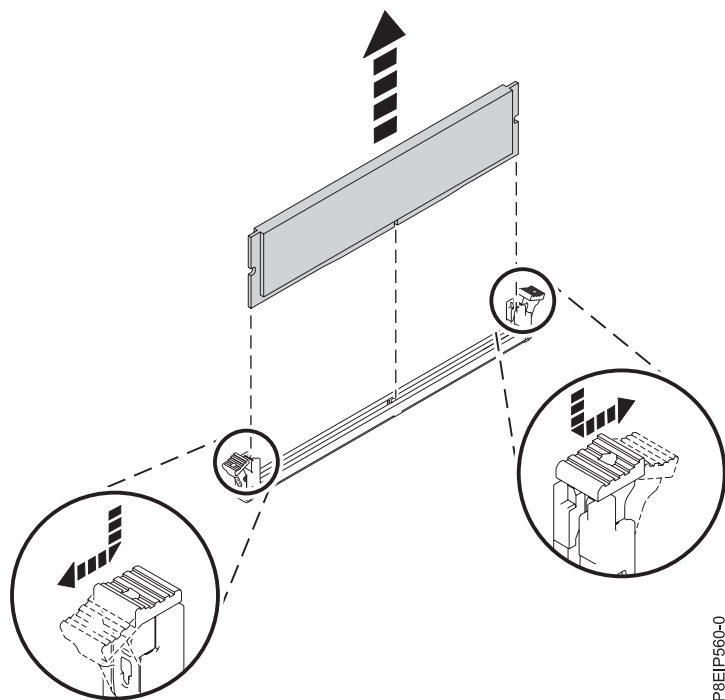

図 19. メモリー DIMM の取り外し
- b. 両方のロックング・タブを同時にメモリー DIMM の外側 (23 ページの図 19 に示す方向) に押して、メモリー DIMM をアンロックします。必ず、両方のタブを同時にアンロックしてください。タブを開くと、レバーの働きでメモリー DIMM がスロットから押し出されます。